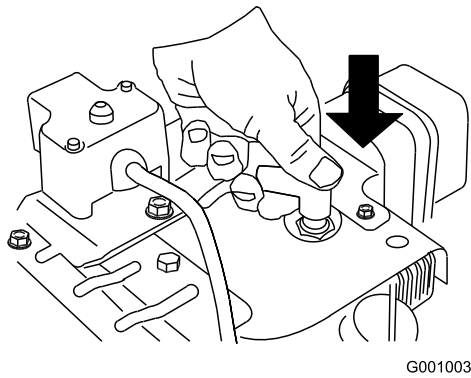

Figure 24
1. Branchez la bougie (Figure 24).